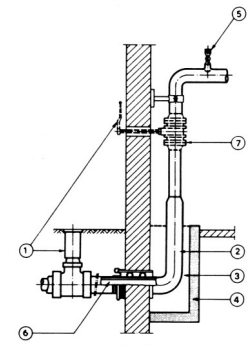

Fig. 13
3.6.3.2 Indføring under terræn i bygning uden kælder skal som princip udføres i henhold til fig. 13, eller på anden af DGP godkendt måde. Gruben, i hvilken gasledningen indføres, skal være udført som f.eks. vist på figuren. Betonkassen skal være ventileret, tilstøbt eller fyldt op med sand.